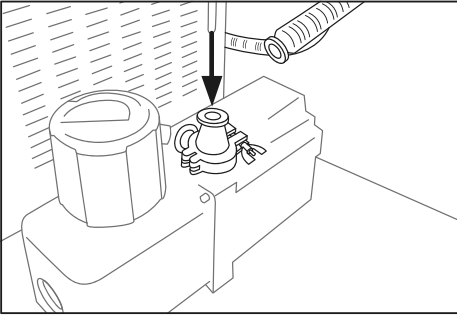

Figura 24.
9. El otro extremo debe estar conectarse a la bomba de vacío (Figura 24, 25 y 26).